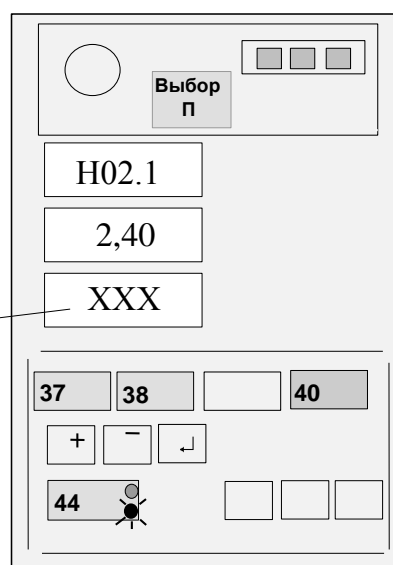

Рисунок 14
Нажимая кнопки "+" (41) и "-" (42), набрать на среднем ИЖЦ значение вылета, указанного в правом столбце таблицы 4 (см. рисунок 14) для установленного значения вылета по рулетке.
Нажать на время 1 с кнопку "↵" (40) и, проконтролировав короткий звуковой сигнал, отпустить кнопку (см. рисунок 14).